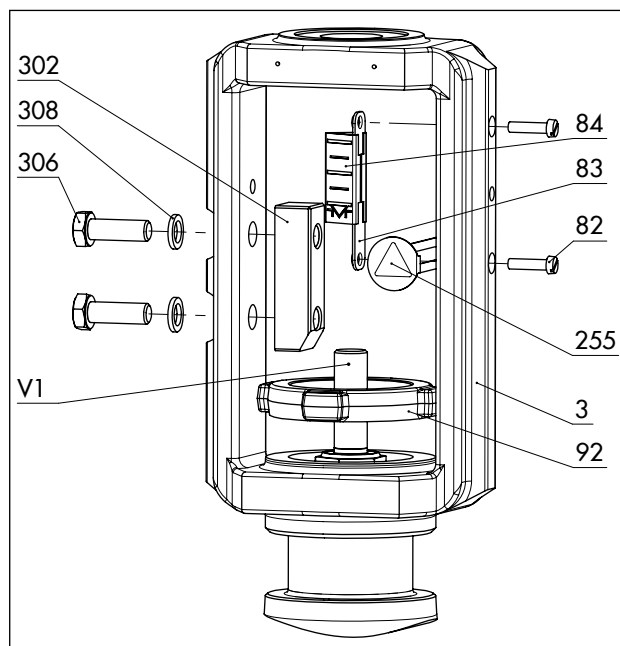
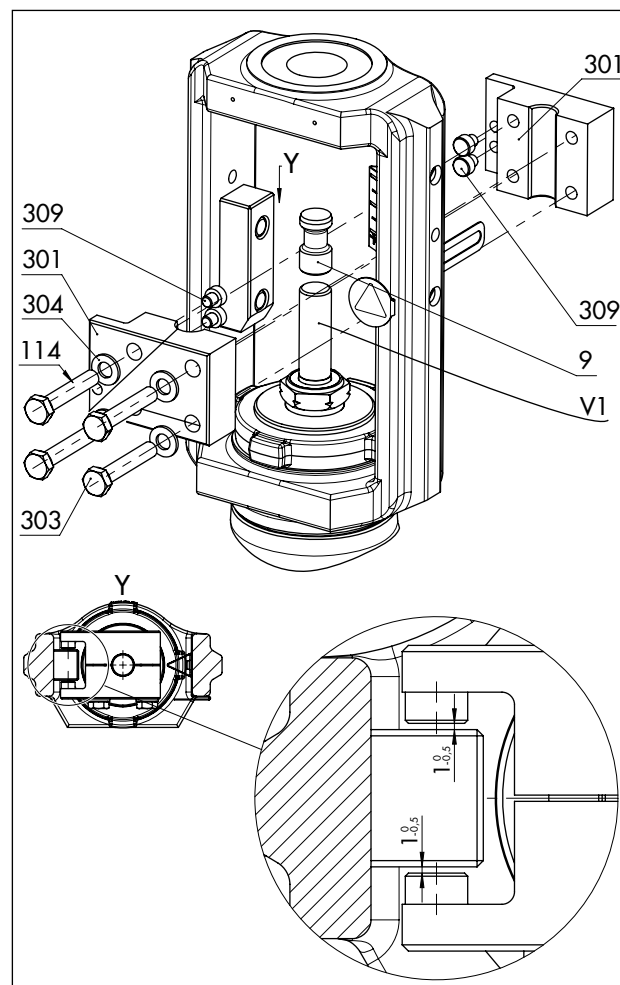

Bild 16: Montageübersicht der Baugruppe Joch mit Hubschild in der Sonderausführung
Bild 17: Montageübersicht der Verdrehsicherung in der Sonderausführung
Vgl. Bild 16 und Bild 17
- Zwischen den Gleitscheiben und ihrer Auflage am Joch ist ein nomineller Spalt zwischen 0,5 und 1 mm auf jeder Seite (vgl. Detail Y in Bild 17).